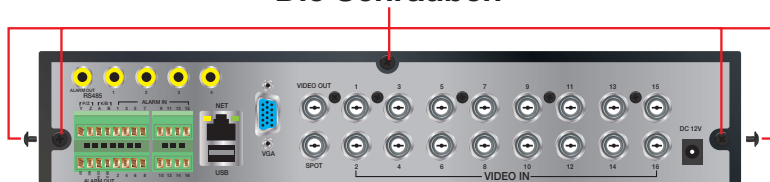

ABB. 9-1
SCHRITT 2. Die Schrauben (die Anzahl richtet sich nach dem Modell) an der Seite und der Rückseite des DVR herausdrehen (siehe **Abb. 9-1**).